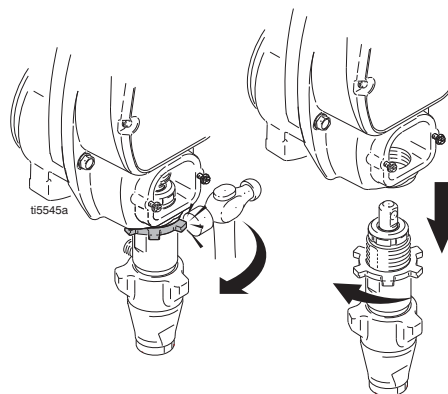

FIG. 17
6. FIG. 17. Afloje la contratuerca golpeándola firmemente con un martillo. Desenrosque la bomba.